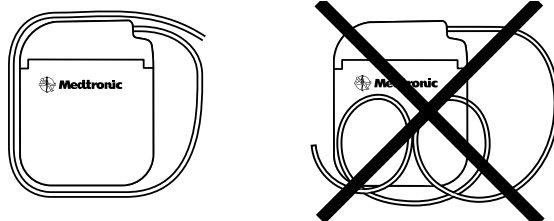

Figure 3. Enrouler le surplus d'extension ou d'électrode autour du neurostimulateur (ou derrière).
- Ne pas enrouler la longueur excédentaire d'extension ou d'électrode sur le dessus du neurostimulateur. Enrouler le surplus d'extension ou d'électrode autour du neurostimulateur (Figure 3) ou derrière, afin de réduire les risques de détérioration en cas de remplacement chirurgical du neurostimulateur, pour éviter que l'extension ou l'électrode ne s'entortille et pour réduire les risques d'interférences lors des transmissions par télé-métrie ou lors du chargement de la pile.